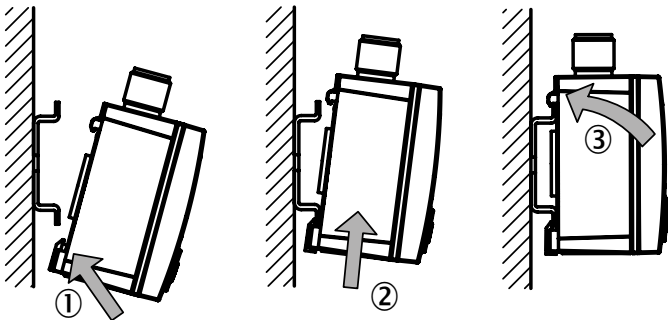

Abbildung 7: Montage an Hutschiene
- Zur Montage setzen Sie den PAC50 mit der unteren Befestigungsführung an die Hutschiene an (siehe Abbildung 7 ①), und kippen Sie den PAC50 nach oben, bis er einrastet (siehe Abbildung 7 ② und ③).